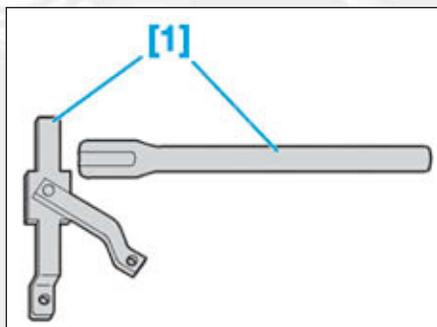

FIG.1
- [1]. Outil d'immobilisation de moyeu (réf. 0606-AY) (Fig.1).